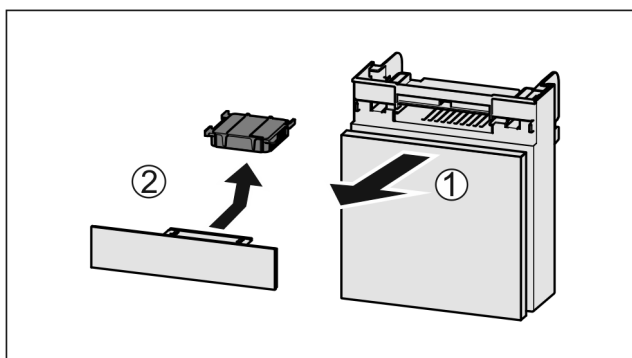

Fig. 101
- ▶ Zásuvku vytáhněte dopředu Fig. 101 (1).
- ▶ Filtr s aktivním uhlím vyjměte Fig. 101 (2).